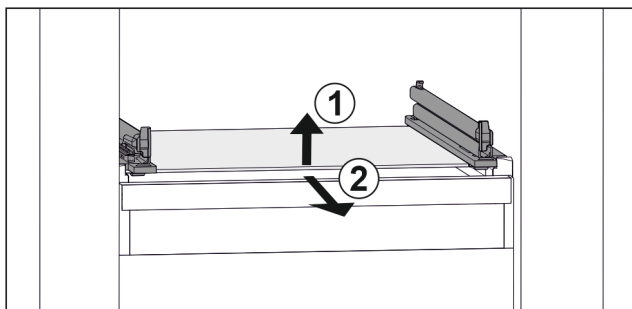

Fig. 76 Primjerni prikaz staklene ploče
- ▶ Staklenu ploču podignite srijeda. Fig. 76 (1)
- ▶ Izvadite staklenu ploču prema naprijed. Fig. 76 (2)